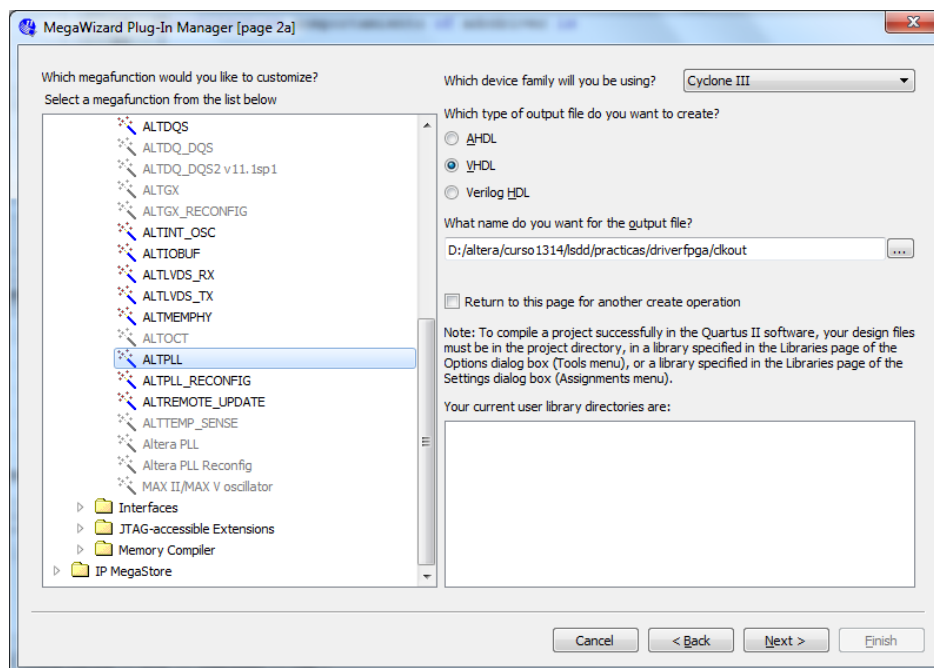

Figura 5. Elección del módulo PLL.
2.- A continuación se abre el recuadro de la Figura 5 en el que se debe seleccionar el componente **ALTPLL**, que está dentro de la carpeta **I/O**, elegir la opción de crear un fichero de VHDL y, finalmente, escribir el nombre de dicho fichero que contendrá el diseño (en este caso se ha puesto el nombre **clkout**).